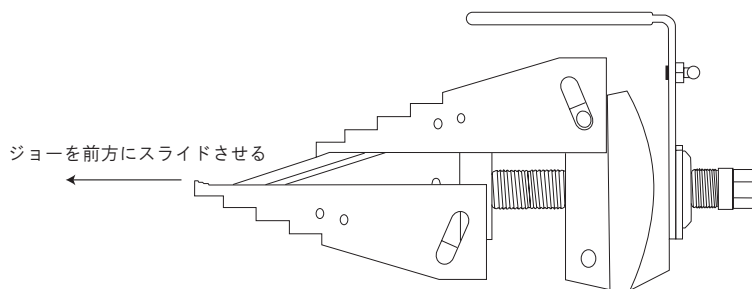

Fig. 12
3. ウェッジ (No. 1) が完全に伸張するまで、プッシュロッド (No. 9) を前方にねじ込みます (Fig. 12 を参照)